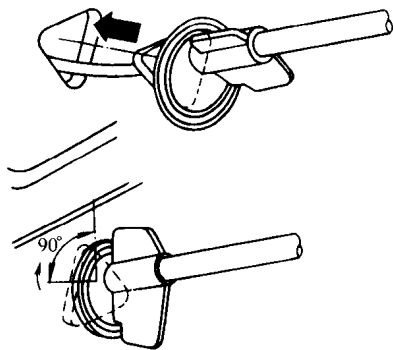

图 1-28 将拉索固定推入车身前板
3) 如图 1-28 所示，将拉索定位件按箭头方向推入车身前板后，按顺时针方向转约 90°。